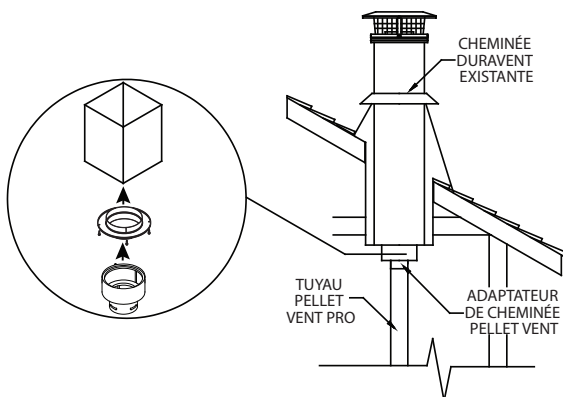

Figure 17
**6.** Si vous désirez vous raccorder à une cheminée existante DuraTech, DuraPlus ou DuraPlus HTC de 15,2 cm (6 po) ou 20,3 cm (8 po) supportée par le toit ou par un plafond (**Figure 17**) :